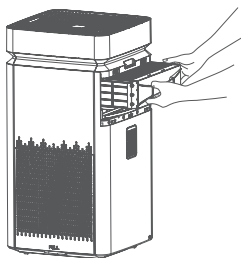

Figura 4
2. Desligue a alimentação elétrica, abra o painel traseiro e retire as placas coletoras (figura 4).